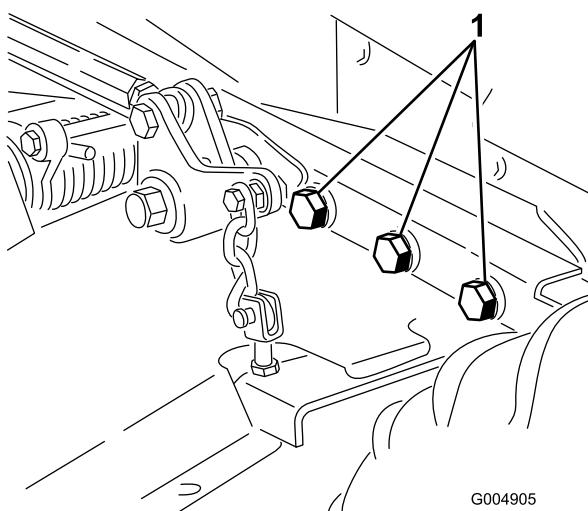

Figura 79
4. Verifique todos os dispositivos de fixação para ver se estão soltos e aperte-os conforme necessário. Aperte especialmente os 6 parafusos que prendem a estrutura da plataforma do cortador à unidade de tracção (Figura 79) com 359 Nm.